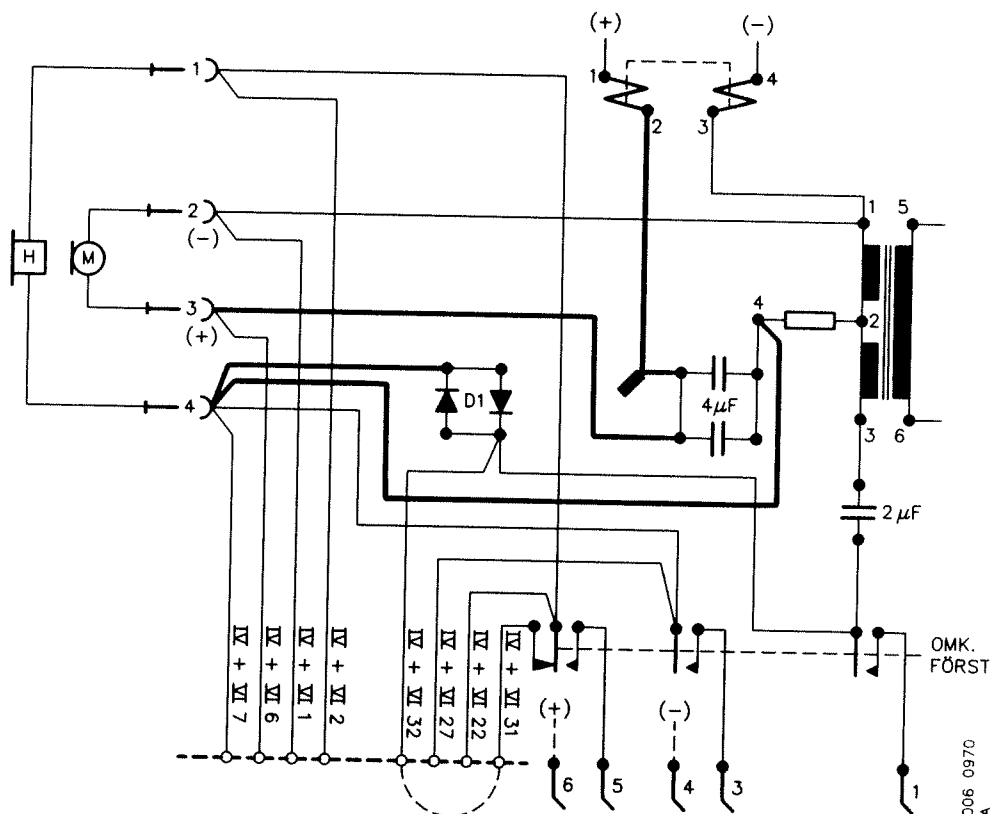

Bild 36. Förslag till koppling av växeln efter modifiering.
- Stämmer kopplingsalternativet flyttas de lossade förbindningarna enligt bild 36.